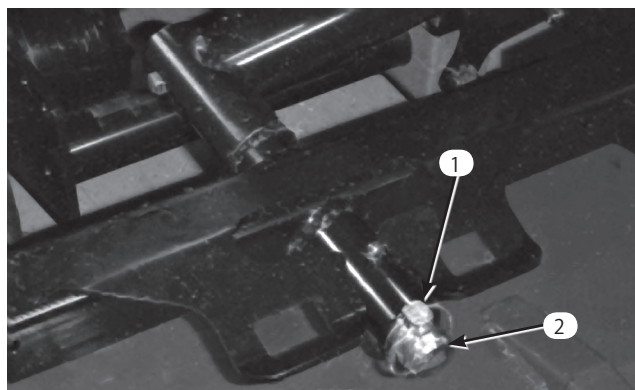

図10
3. デッキのキャリア・フレームを昇降アームのピボット・ピンに固定しているリンチ・ピンまたはリテーナ・ナット (GM4700の場合) を取る (図10)。
3. デッキのキャリア・フレームを昇降アームのピボット・ピンにセットする。リンチ・ピンまたはリテーナ・ナット (GM4700の場合) で固定する (図10)。